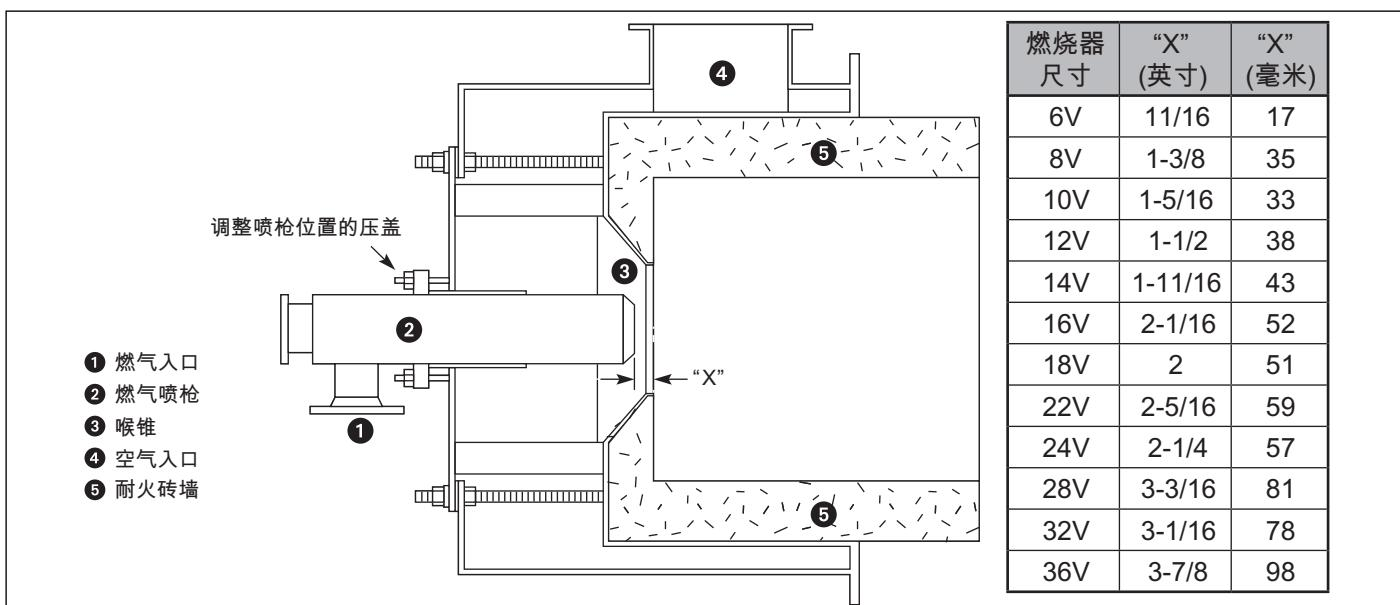

图 3.1. Vortometric 型燃烧器燃气喷枪位置。
### 适用于天然气专用燃烧器调整 ( 图 3.1)
2. 使用图 3.1 中的图表，根据你的燃烧器尺寸确定“X”尺寸。